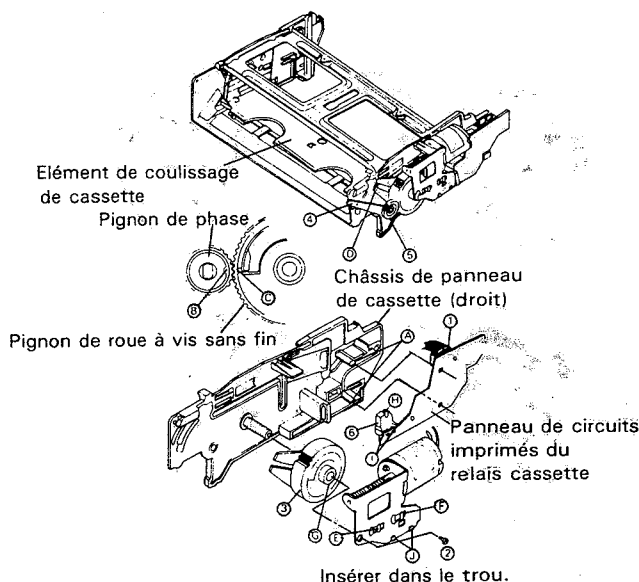

Figure 1-2.
• Démontage (Fig. 1-2)
1. Déposer le connecteur (1) du panneau de circuits imprimés du relais cassette.
2. Desserrer les deux segments (A) du panneau de circuits imprimés du relais cassette et enlever le panneau de circuits imprimés du relais cassette du châssis.
3. Enlever la vis (2) du support de moteur de cassette et détacher le moteur de cassette avec le panneau de circuits imprimés du relais cassette du châssis de boîtier.
4. Extraire l'ensemble de roue à vis sans fin (3).
• Remontage (Fig. 1-2)
2. Tourner le pignon de phase (5) dans le sens des aiguilles d'une montre jusqu'en butée.
3. Après avoir mis en place l'ensemble de roue à vis sans fin, faire correspondre le repère d'alignement (C) de cet ensemble avec le repère d'alignement (B) du pignon de phase, et insérer ensuite ces deux éléments dans l'axe du châssis. A cette étape, vérifier que le segment (D) de l'élément de coulissage de cassette est engagé dans la gorge du bras menant.
4. Aligner le segment (E) du levier de distribution avec la gorge de roue à vis sans fin (G) et fixer cette roue avec la vis (2).
5. Aligner le segment (F) du levier de distribution avec la gorge (H) du sélecteur de mode de cassette 6 et fixer le panneau de circuits imprimés du relais cassette avec le segment de châssis (A). A cette étape, vérifier que les deux segments (1) du sélecteur de mode de cassette sont bien engagés dans la gorge (J) de support de moteur de cassette.